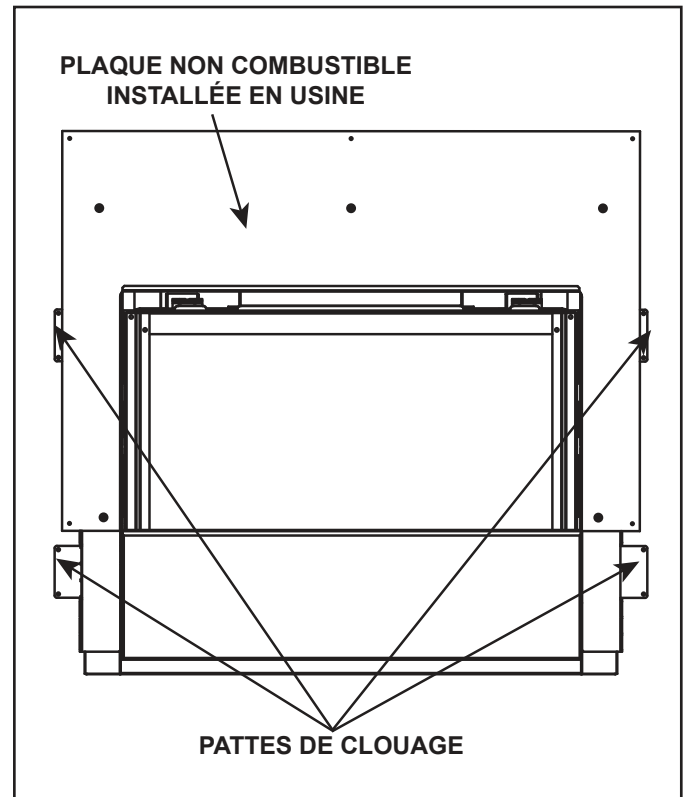

Figure 13.1 Position d'installation des pattes de clouage
1. Rabattez deux pattes de clouage à 180 degrés du foyer à gauche et à droite. N'ajustez pas les écarteurs à colonne. Voir la Figure 13.1.